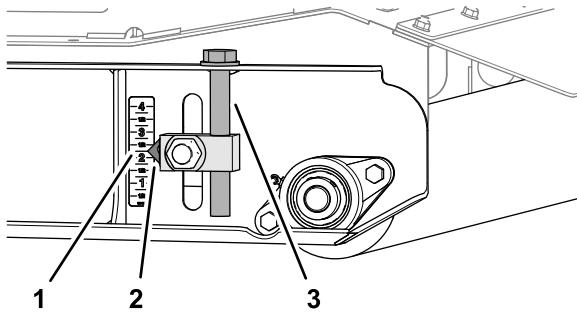

Bild 83
- Heben Sie die linke und rechte Schnitthöhenverstellung an der hinteren Rolle auf die 2¼" Markierung auf dem Aufkleber an (**Bild 83**).